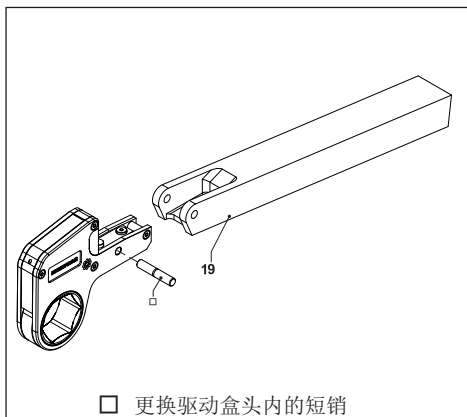

图 6
3.4.1 连接 WTE 系列延长反力臂 (图 6)
- 将驱动盒装入 WTE 系列延长反力臂 (19) 的卡槽，对齐力臂和驱动盒的孔。